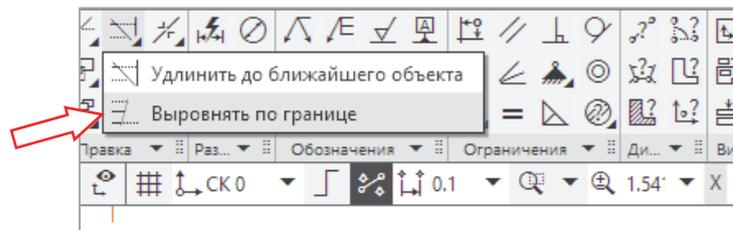

Рис. 2.9-2
2. Вызвать команду **Черчение** → **Правка** → **Выровнить по границе**  (рис. 2.9-2).